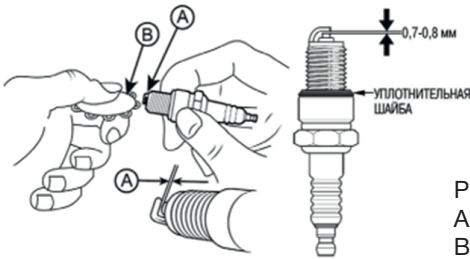

Рис. 27. Обслуживание свечи зажигания
4. Измерьте зазор А между электродами свечи зажигания специальным щупом В. Зазор должен быть 0,7-0,8 мм (Рис. 27). При увеличении или уменьшении требуемого зазора, рекомендуется заменить свечу, так как регулировка зазора может привести к изменению качества искрообразования.